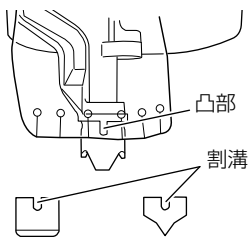

図 21
- 板金や石こうボードなど軟らかいものへの作業は、プッシュレバーの先端にノーズキャップ (A) を付けます (図 21)。表面をプッシュレバーで傷つけるのを防止するとともに、打ち込み深さが約 2 mm 浅くなり、石こうボードなどを打つ際のほぼ適正な打ち込み深さになります。
ノーズキャップはプッシュレバーに押し込むだけで取付けられます。ノーズキャップの割溝がプッシュレバーの凸部に合うように取付けてください。(図 21)